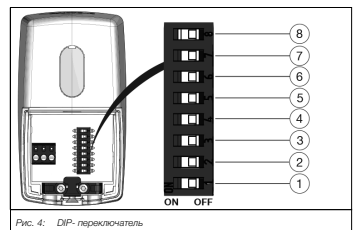

Рис. 4: DIP-переключатель
**И** При повторном монтаже процесс инициализации начнется только в том случае, если один из DIP-переключателей 1-6 (см. рис. 4) установлен после того, как будет подано напряжение. Однако процесс инициализации не начнется даже после перенастройки, если шток привода уже находится в нижнем положении.